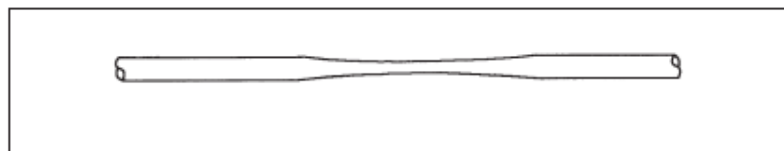

Figura 4
- “Estreitamento”. Um cabo estirado. Veja Figura 4.